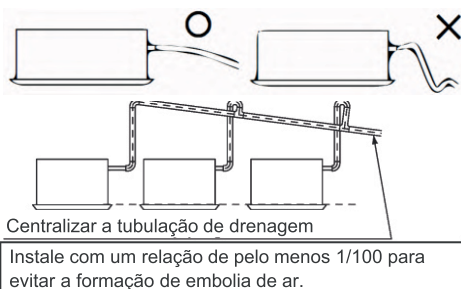

Figura 14
(1) Instale a tubulação de drenagem.
- Para prevenir a formação de embolia aérea, é importante reduzir o comprimento da tubulação de drenagem ao máximo e garantir que ela esteja inclinada para baixo. O gradiente deve ser de 1/100 ou mais. (Consulte a Figura 14)
- Não torça nem dobre a mangueira de drenagem ① e também não aplique força excessiva. Não fazer isso resultará em vazamento de água.
- Para usar a tubulação de drenagem convergente, conecte de acordo com a Figura 14.
(2) Verifique se a drenagem está adequada após concluir a instalação.